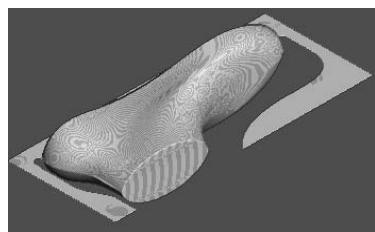

图 4-34 仿真加工结果 3
- 2) 在“仿真”工具栏的“当前刀具路径”下拉列表中选择要模拟的刀具路径 finish1，然后单击“执行”按钮，系统开始自动仿真加工，仿真加工结果如图 4-34 所示。